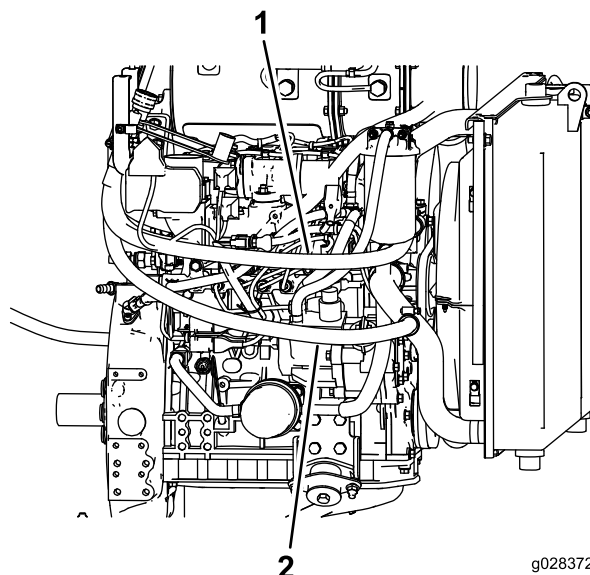

Figura 19
1. Disponete il flessibile in senso trasversale sul motore (Figura 19).